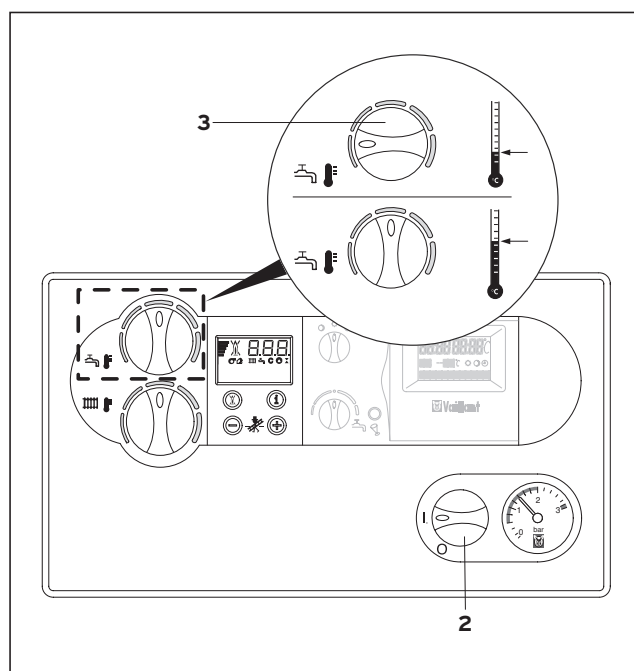

Fig. 3.9 Prepararea apei calde menajere cu aparate VM/VU
3.4.1 Prepararea apei calde menajere (fig. 3.9)